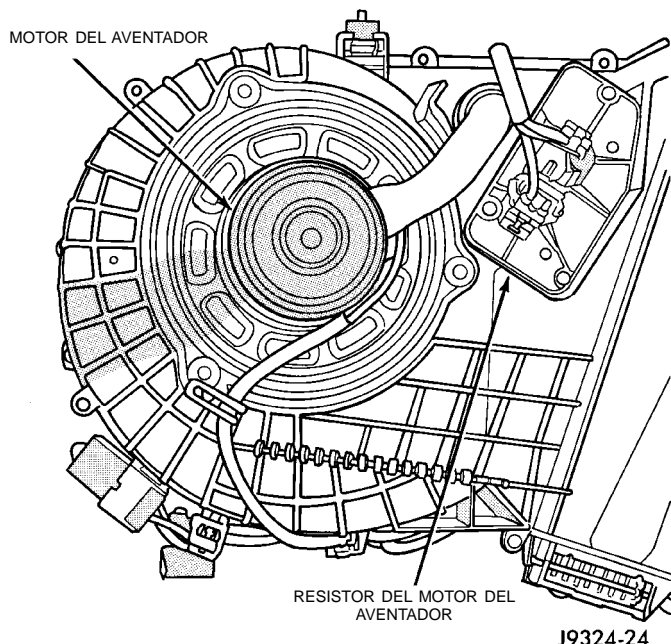

Fig. 48 Retire/instale módulo del servo/resistor del motor del aventador
- (1) Desconecte y aisle el cable negativo de la batería.
- (2) Desenchufe el conector del mazo de cables del módulo del servo/resistor del motor del aventador.
- (3) Retire los tornillos que fijan el módulo del servo/resistor a la caja del calefactor y A/A.
- (4) Retire el módulo del servo/resistor del motor del aventador (Fig. 48).